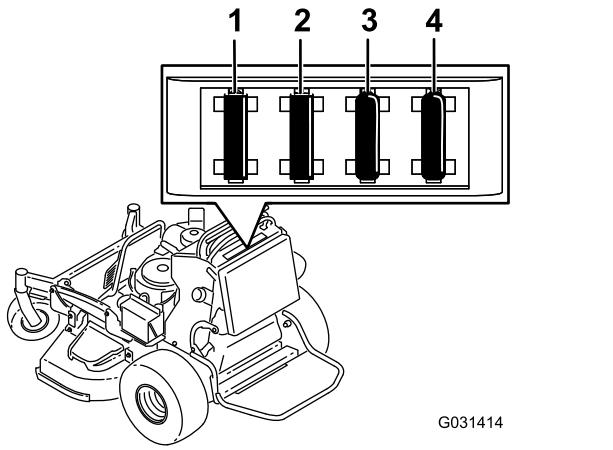

Figure 50
2. Tirez le fusible pour le sortir ou le remplacer (Figure 50).
Remarque: Assurez-vous d'utiliser un fusible du bon calibre Figure 50.